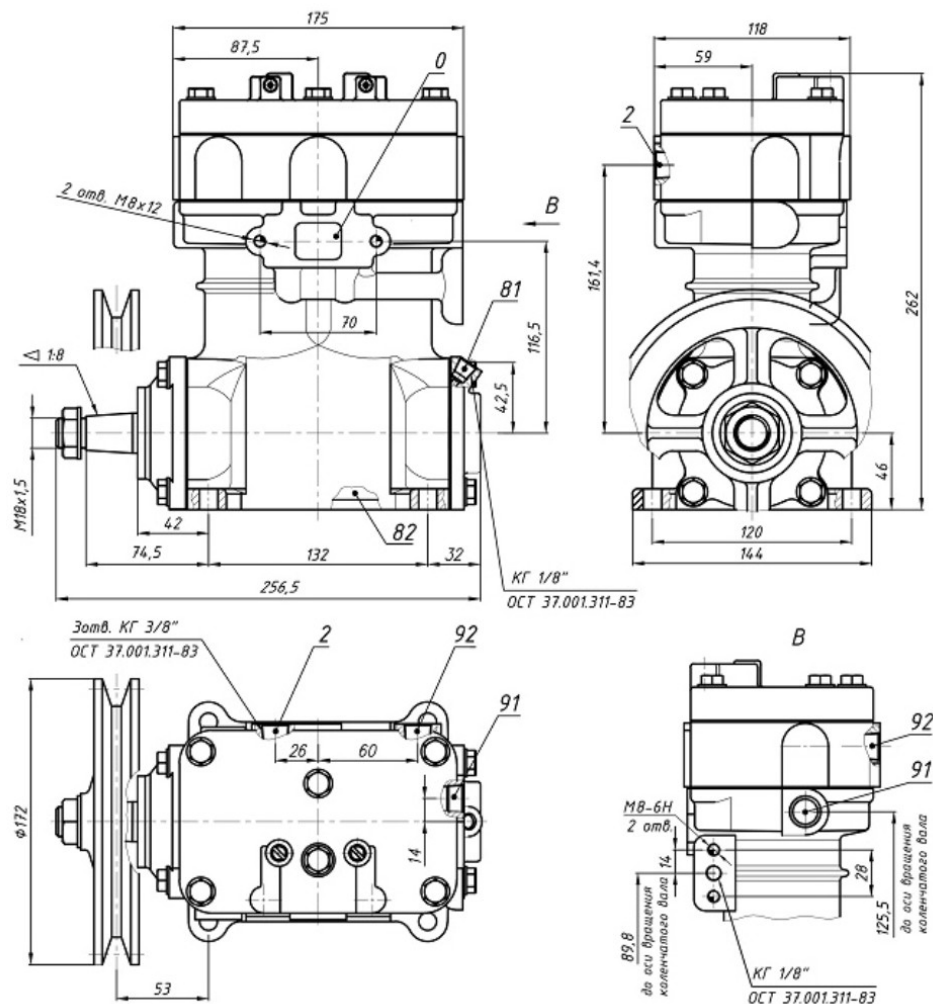

Рисунок 1. Присоединительные и установочные размеры компрессоров АМ.3509015-500-Б1.
- если регулятор давления установлен на раме автомобиля, то соединительная трубка герметизируется штуцером и отверстием КГ1/8", расположенным на площадке бобышки поз.28 на Рис.1.